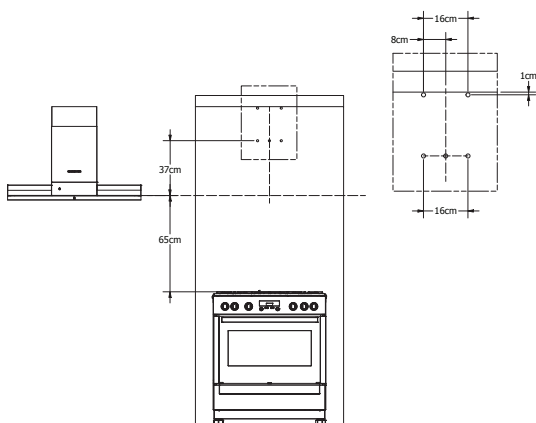

Fig 7
1. Para garantizar el centrado de la campana con la estufa, trace una línea vertical en la pared lo más alto posible, hasta el borde inferior de la campana extractora (Ver imagen de referencia fig.7). Esta línea de referencia debe ser ubicada teniendo en cuenta la mitad de la estufa o la mitad del espacio donde se va a posicionar la campana.